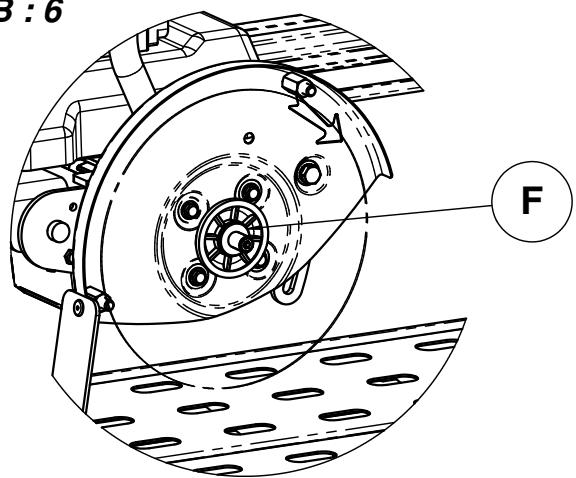
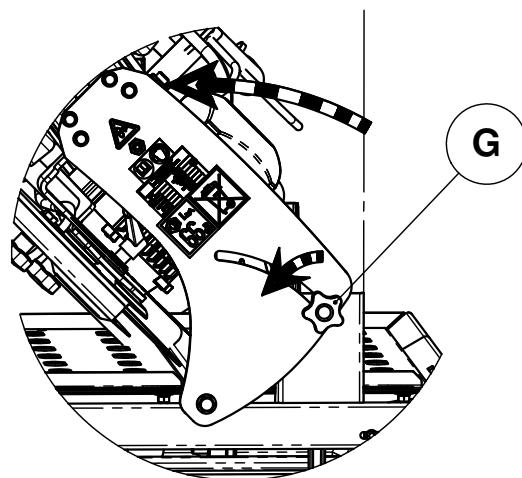
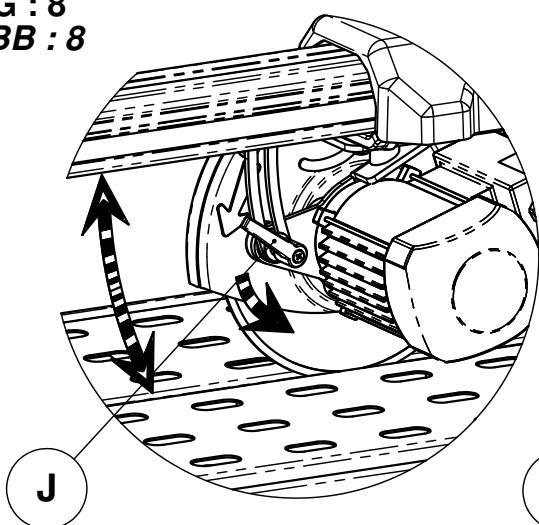

FIG : 7
FIG : 8
FIG : 9
- * ослабьте два настроечных маховика (G) [рис. 7].
- * ослабьте баращек (J).
- * настройте требуемую глубину резки [Рис. 8]
- * затяните баращек (J).
- * настройте винт (K) [Рис. 9].
- * и законтрите винты (K) (регулировка передних и задних стоек).